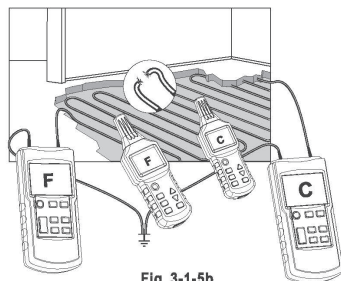

Fig. 3-1-5b
*Conecte ambos emisores (si se usan dos emisores) como se muestra en la Fig.3-1-5b.